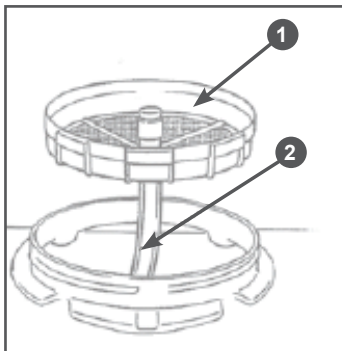

Рис. 13 Удаление впускного шланга опрыскивателя из бака
- Открутите крышку бака, потяните сетчатый фильтр 1 (Рис. 13) вверх и отсоедините шланг впускной опрыскивателя 2 от фильтра.